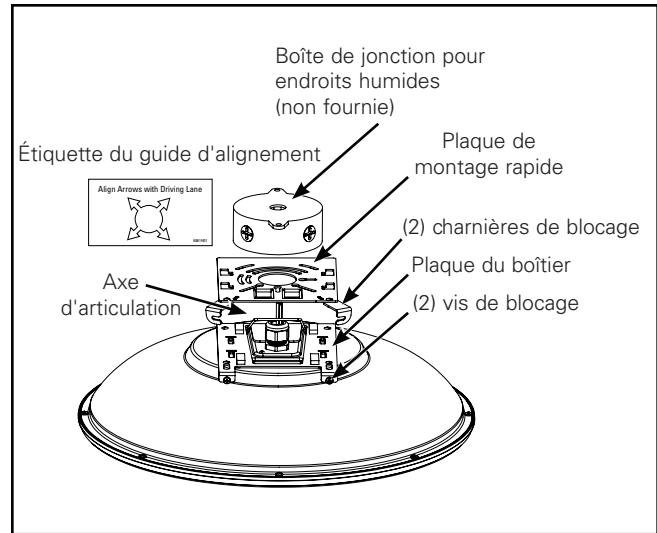

Figure 3.
Alignez la plaque de montage rapide à la boîte de jonction en alignant les flèches avec le sens des traverses du stationnement couvert (Figure 3). La direction des flèches doit être dans le sens du trafic.
3. Décrochez la plaque de montage rapide de l'axe d'articulation (Figure 3).
4. Installez la plaque de montage rapide à une boîte de jonction pour endroits humides (non fournie) en utilisant la quincaillerie fournie (vis n° 8-32 x 3/4 po ou n° 6-32 x 3/4 po). Consultez le guide d'alignement ci-dessus pour voir l'alignement des flèches avec l'étiquette de la plaque de montage rapide (Figure 3).